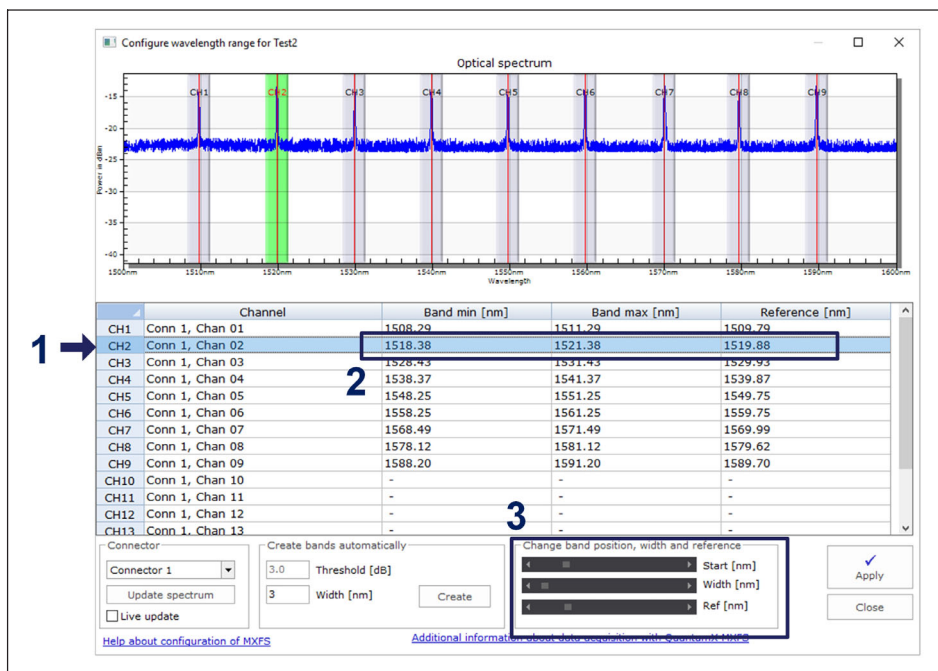

图4.11 调整波段
- ▶ 选择所需的通道线（线在表中以蓝色高亮显示，波段在图中以绿色高亮显示），如中 1图4.11号所示。
- ▶ 在表中填写最小波段值、最大波段值和参考波长，如 中 2图4.11号所示。
- ▶ 或用底部的滚动条调整最小波段值、最大波段值和参考波长，如中 3图4.11号所示。